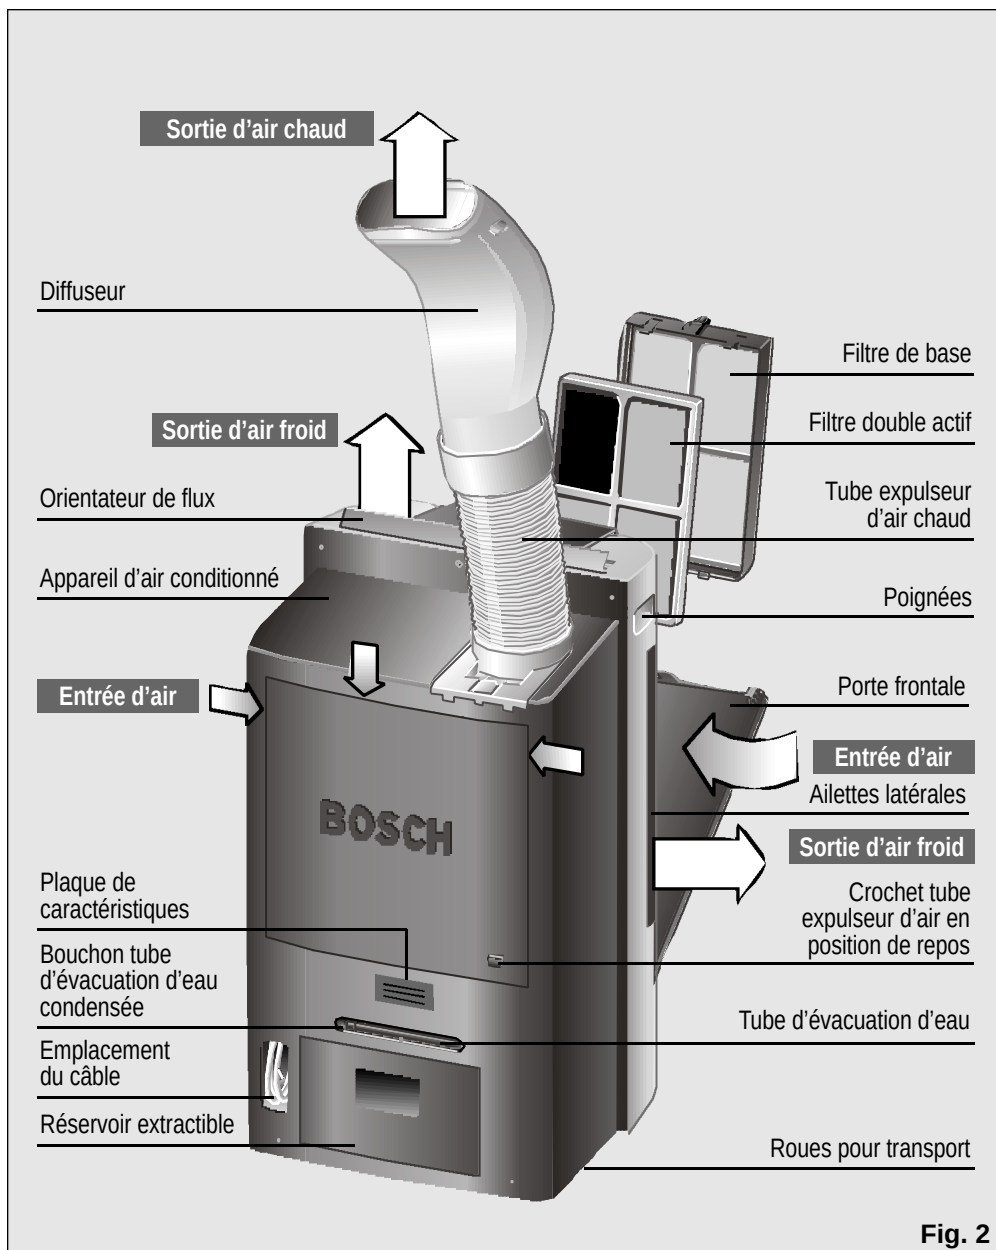

Fig. 2
When contacting the Technical Service, quote the model code (**E-NR**) and the appliance's factory number (**FD**). This information can be found on characteristics plate, **Fig. 2**.
- ☐ Le câble de branchement sur secteur dispose d'un logement dans la partie postérieure de l'appareil. Voir **Fig. 2**.